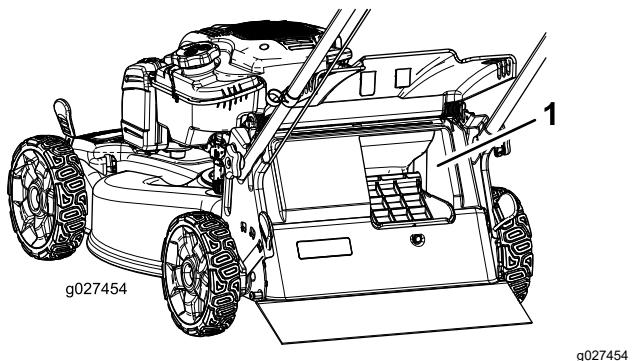

Figura 18
**Importante:** Para asegurar un funcionamiento correcto, apague el motor, espere a que se detengan todas las piezas en movimiento, y luego retire los recortes de hierba y otros residuos de la tapa de ensacado bajo demanda y del hueco adyacente (Figura 18) antes de mover la palanca de ensacado bajo demanda de una posición a la otra.